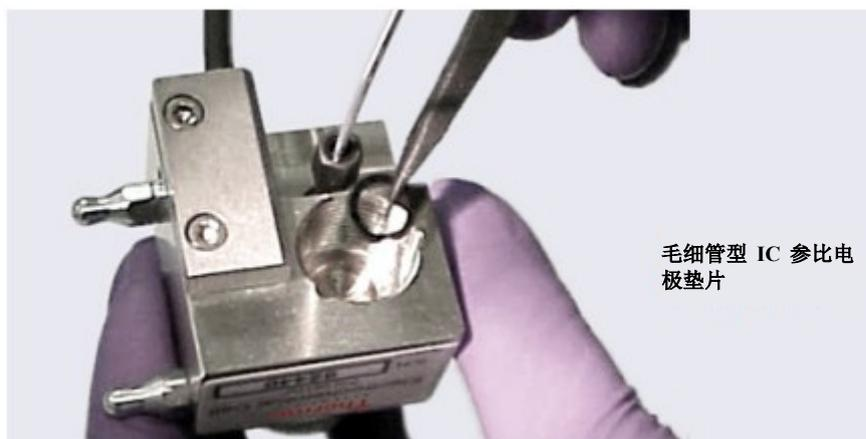

图 10-65. 毛细管型 IC 参比电极垫片
2. 使用镊子，将毛细管型 IC 的参比电极垫片 (P/N 072162) 安装到参比电极孔底部 (见 图 10-65)。